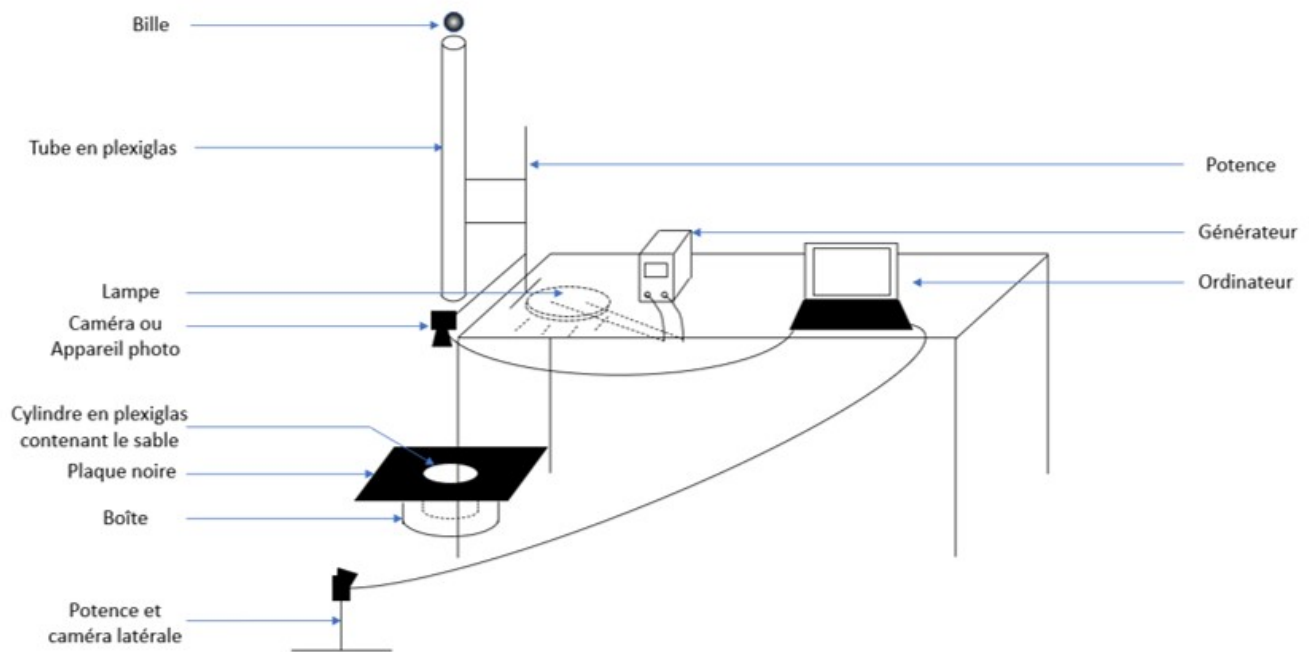

FIGURE 1 – Schéma du montage d'un impact Tri-directionnel
- Placer la caméra sur une potence latéralement pour une vue de côté, ou sur la potence du tube pour une vue de dessus (voir Figure 1)